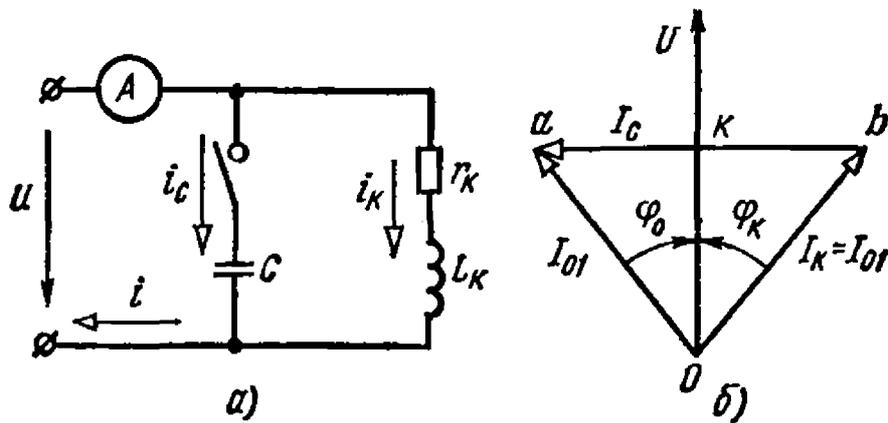

Рис. 4.18
4.18. В цепи схемы рис. 4.18, а при замкнутом и разомкнутом ключе амперметр показывает один и тот же ток $I_{01} = 10$ А. При уменьшении емкости конденсатора вдвое и замкнутом ключе амперметр показывает ток $I_{02} = 6$ А. Напряжение $U = 100$ В, частота сети $f = 50$ Гц. Найти активное сопротивление и индуктивность катушки.
Ответ и указание. $r_n = 6$ Ом, $L_n = 25,5$ мГ. При решении удобно воспользоваться векторной диаграммой рис. 4.18, б для схемы с замкнутым ключом.